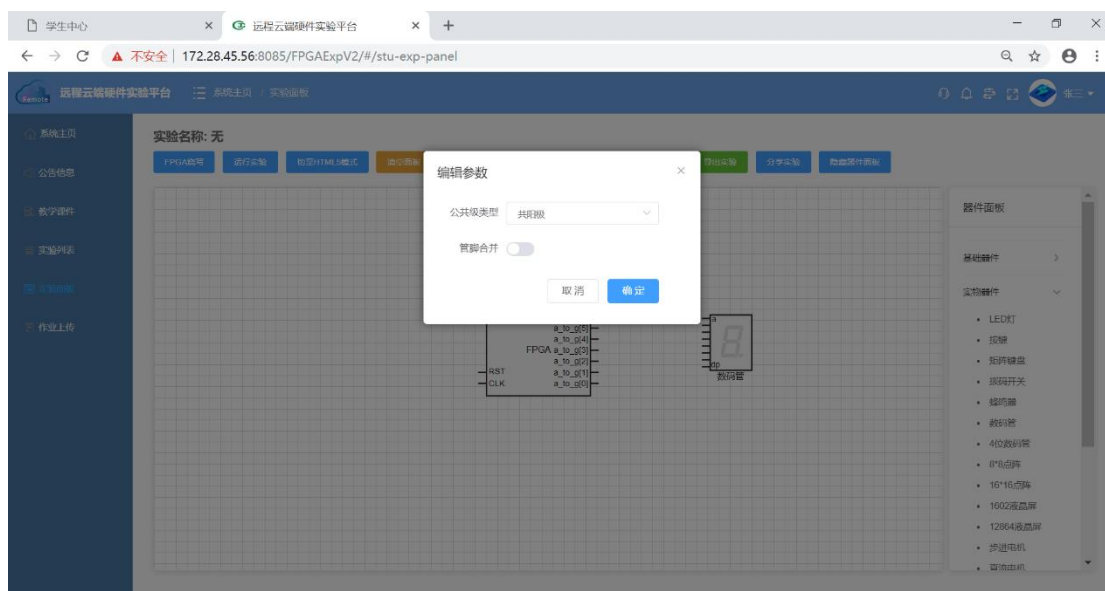

图 1-44 配置七段数码管
(2). 右键单击“数码管”元件，在弹出的菜单中选择“编辑参数”对数码管进行配置。其中，“公共极类型”选择共阳极，“管脚合并”不选通，单击确定按钮完成配置，如图 1-44 所示。